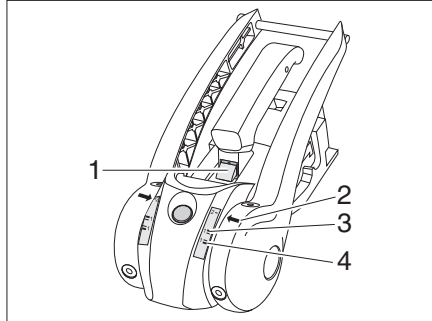

Fig. 162 Contrôle d'usure des garnitures de friction
- Lorsque le marquage vert est visible (Fig. 162,1), les garnitures de friction à l'avant et à l'arrière sont encore en ordre. Si le marquage vert n'est plus visible, les garnitures de friction doivent être remplacées.
- Si la flèche (Fig. 162,2) en dessous du marquage d'arrimage en douceur 1 est verte, (Fig. 162,4) les garnitures de friction à droite et à gauche sont en ordre. Si la flèche (Fig. 162,2) au-dessus du marquage d'arrimage en douceur 1 est rouge (Fig. 162,3), les garnitures de friction doivent être remplacées.
- Lorsque le marquage vert est visible (Fig. 162,1), la rotule d'attelage est en ordre. Si le marquage vert n'est plus visible, le diamètre de la rotule d'attelage est < 49 mm et la rotule d'attelage doit être remplacée.